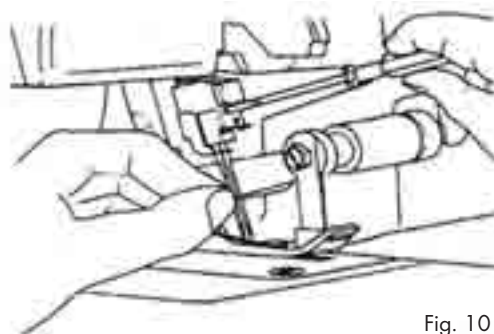

Fig. 10
2. Løsn nålens skruer med den lille skruetrækker, så nålen går løs (fig. 10).
3. Stram nåleskrueerne igen med den lille skruetrækker (fig. 10).